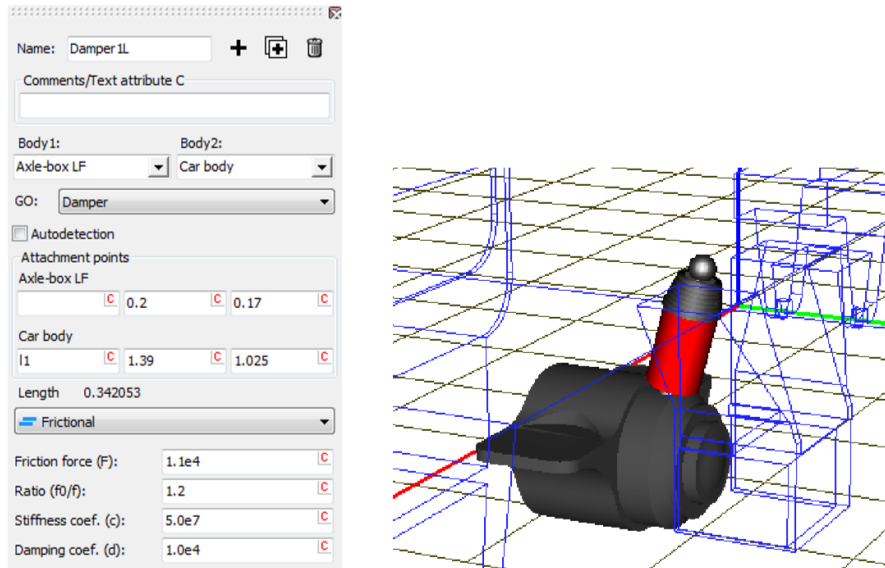

图 2.23
3. 从 **Type** 下拉菜单选择 **Frictional** 力元，按图 2.23 所示定义阻尼参数。